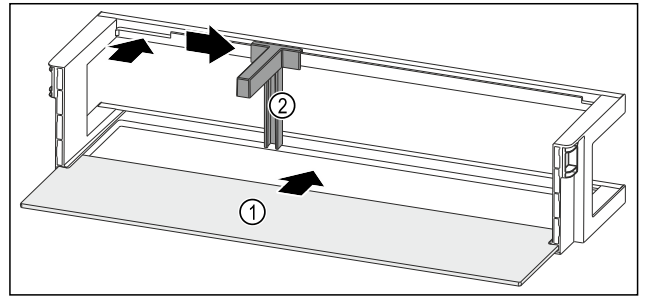

Fig. 121 Estantes en la contrapuerta con estante
- ▶ Introduzca el estante Fig. 121 (1) en los huecos laterales.
- ▶ Inserte el soporte para botellas Fig. 121 (2) en la entalladura.
- ▶ Deslice el soporte para botellas Fig. 121 (2) hacia un lado a la posición deseada.